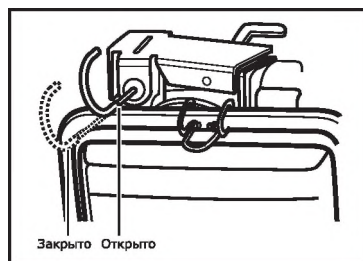

Рис. 10
- Поставьте кольцо привода воздушной заслонки (рис. 10) в следующее положение: